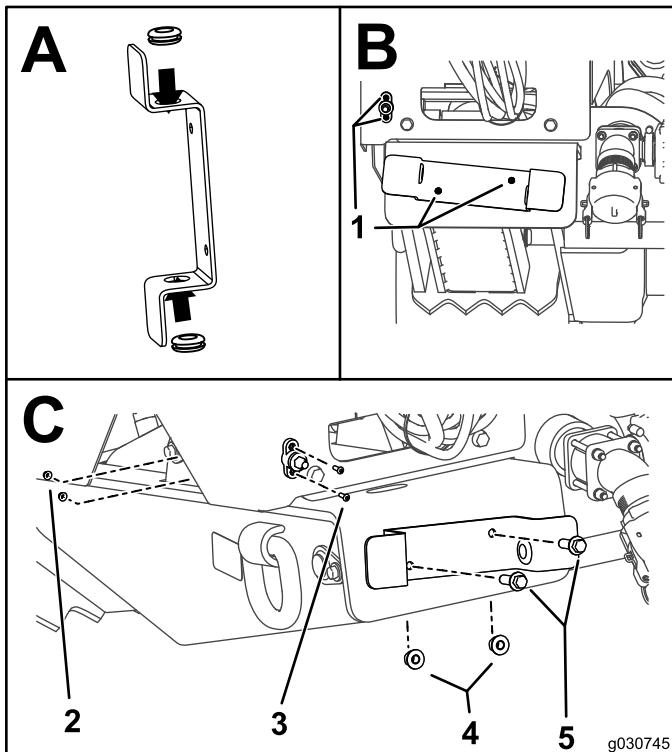

Figura 3
1. Instale las arandelas en el soporte (cuadro A de la Figura 3).
2. Usando el soporte y la caja de empalmes como guía, marque y haga 4 orificios, como se muestra en el cuadro B de la Figura 3.
3. Asegure los soportes con 2 pernos (M12) y 2 contratuerca (M12), como se muestra en el cuadro C de la Figura 3.
5. Asegure la caja de empalmes con 2 pernos (M5) y 2 tuercas (M5), como se muestra en el cuadro D de la Figura 3.